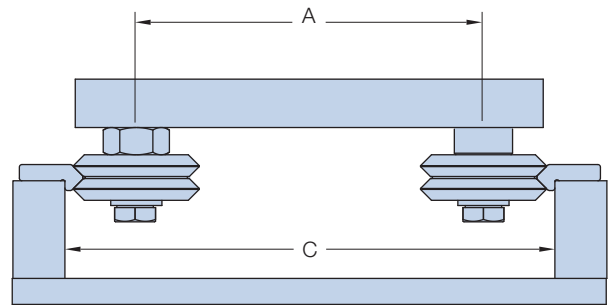

Abbildung 2 Außenmontage – innere V-Nut
- Außenmontage, innere V-Nut (siehe Abbildung 2): $A = C - X$